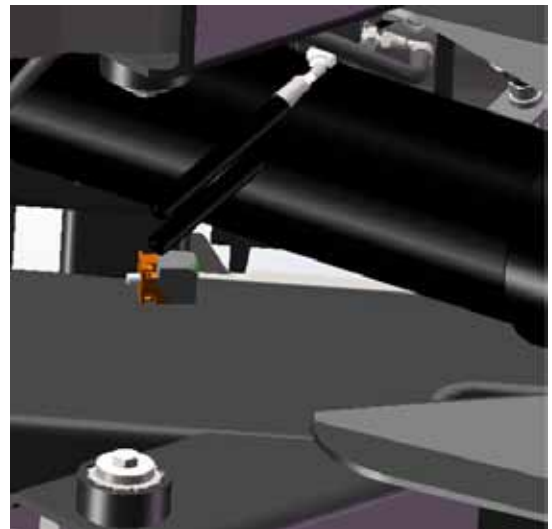

Fig1 Placering induktions givare (vy under vagnen)
- Kontrollera induktions givare (se fig.1) (Grönt sken = styström ; Gult sken = aktiverad givare) Grepplängd 40mm
- 4) Öppna kranarna för höjdregering av vagnens axlar (fig 1)
- 14) Stäng kranarna för höjdregering av axlarna på vagnen (fig 1).
- 2) Öppna kranarna för höjdregering av vagnens axlar (fig 1).
- 2) Öppna kranarna för att höjdreglera axlarna på vagnen (fig 1)
- 2) Öppna kranar för att höjdreglera axlar vagn (fig 1)
- 10) Stäng kranarna för höjdreglering av vagnens axlar (fig 1).